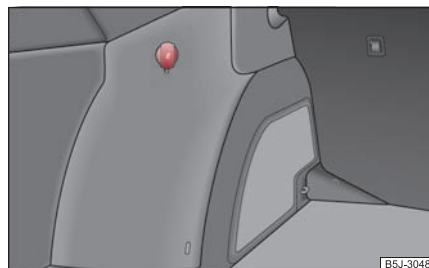

Abb. 105 Gepäckraum: Steckdose
- Öffnen Sie die Steckdosenabdeckung ⇒ **Abb. 105**.